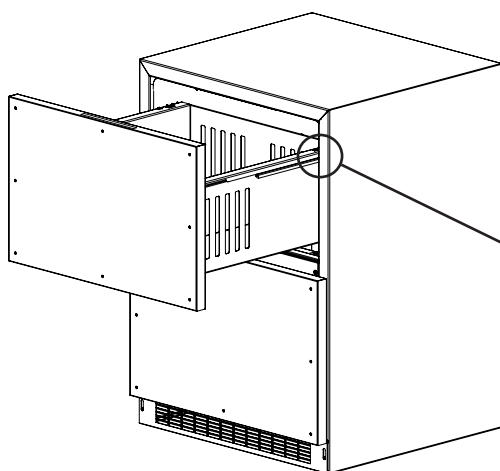
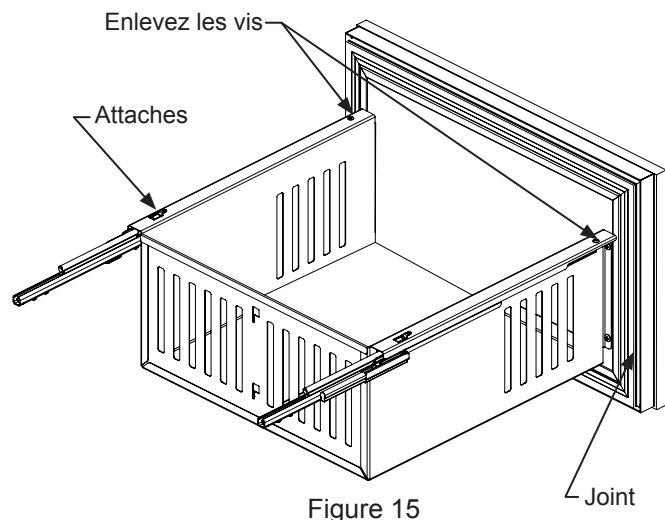
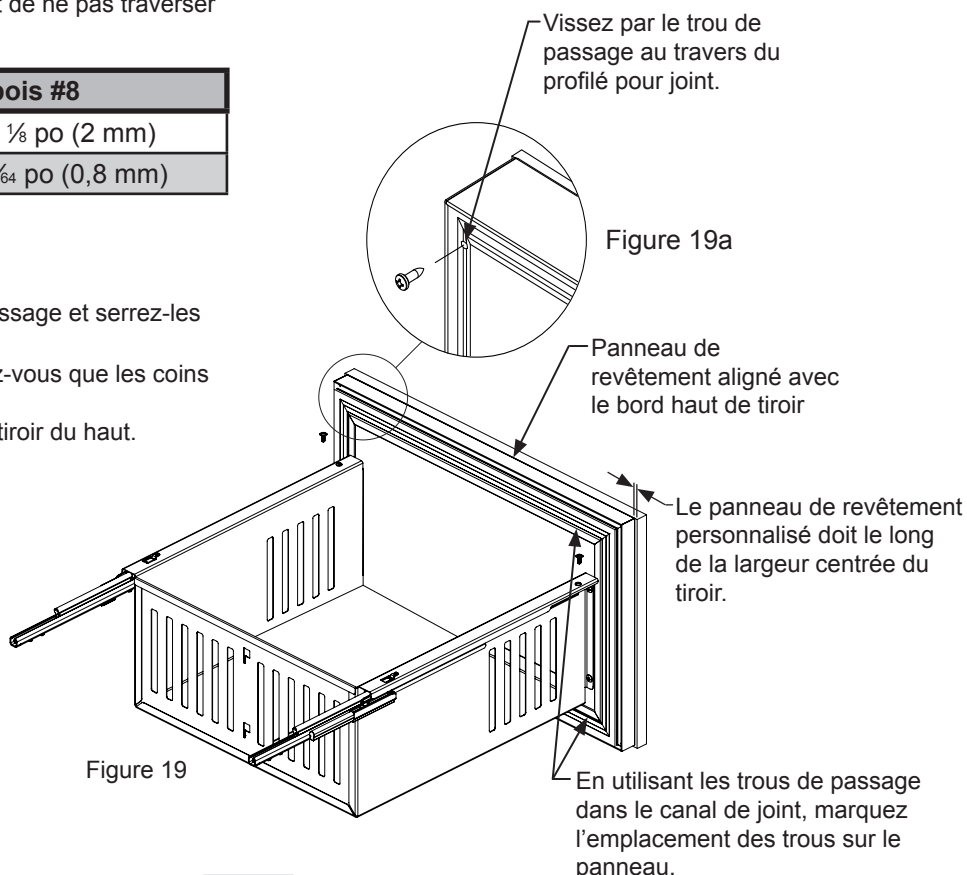

Figure 14
Figure 15
Figure 19
1. Commencez par tirer le tiroir du haut (Voyez la Figure 14). Enlevez les vis fixant le tiroir aux glissières (Voyez la Figure 15). Tirez le tiroir vers l'avant, faites-le pivoter vers le haut en le sortant pour dégager les attaches à l'arrière du tiroir. Déplacez le tiroir vers l'avant d'environ 1 po (2,5 cm) et posez-le sur les glissières. À l'angle arrière droit du tiroir débranchez le faisceau de fils d'éclairage (Voyez la Figure 14a). Sortez le tiroir du meuble en le soulevant hors des glissières. Recommencez la séquence pour le tiroir du bas en omettant les instructions sur le faisceau car il n'en comporte pas.
2. Retirez le séparateur de tiroir du tiroir du haut et enlevez le joint de l'avant du tiroir. (Voyez la Figure 15). Pour cela sortez-le du canal qui le retient sur l'avant du tiroir. Cela va exposer les trous de traversée pour le montage du panneau de revêtement (Voyez la Figure 19).
1. Placez le panneau de revêtement sur la face avant du tiroir et alignez les bords (Voyez la Figure 19 ci-dessous). Le panneau de revêtement personnalisé doit arriver au même niveau que le haut du tiroir, et le long de la largeur centrée du tiroir. Maintenez le panneau en position et marquez l'emplacement des avant-trous. Récupérez la taille requise des avant-trous dans le Tableau A ci-dessous, et percez-les en vous assurant de ne pas traverser complètement le panneau de revêtement.